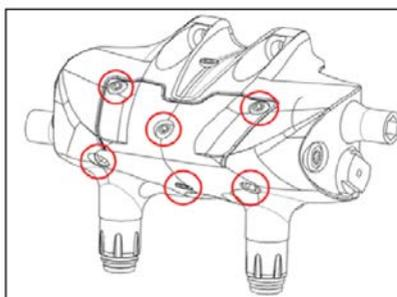

Figura J-2 No quitar los tornillos
- No quite los tornillos de la tapa hidráulica ubicada en la sección del cilindro marcada con círculos, ya que la extracción del tornillo puede provocar malos funcionamientos impredecibles. **(Figura J-2)**